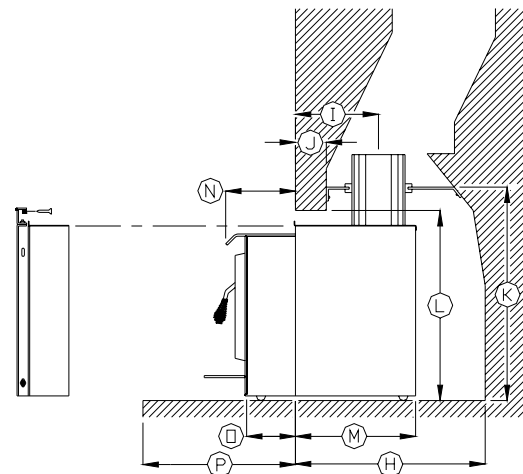

Figure 3
- A. Rapportez-vous au tableau et à la figure 3 afin de choisir l'emplacement de la plaque de raccord positif. La plaque sera plus facile à installer si vous choisissez de mettre l'ouverture prévue pour le conduit de fumée quelque part entre les positions extrêmes. Vous pourrez ainsi profiter des possibilités de réglage de la plaque avant pour compenser tout problème d'ajustement. Sinon, on peut aussi déplacer la plaque vers l'arrière et le haut à l'aide d'une rallonge de 152 mm (6") qui se monte directement sur le conduit de fumée.
4. MISE EN PLACE DE L'APPAREIL: Plus le poêle fait saillie dans la pièce, plus il y a transfert de chaleur. Lorsque le poêle encastrable sort au maximum dans la pièce, on installe le côté avant du conduit de circulation d'air de niveau avec la façade du foyer. Sinon, on peut faire reculer le poêle de 89 mm (3.5") max. ou choisir n'importe quelle position intermédiaire. La position choisie dépendra de votre préférence dans la plupart des installations [lorsque le linteau fait moins de 152 mm (6") et la profondeur dépasse 318 mm (12.5")]. Référez-vous au tableau et à la figure 3 ci-dessous.